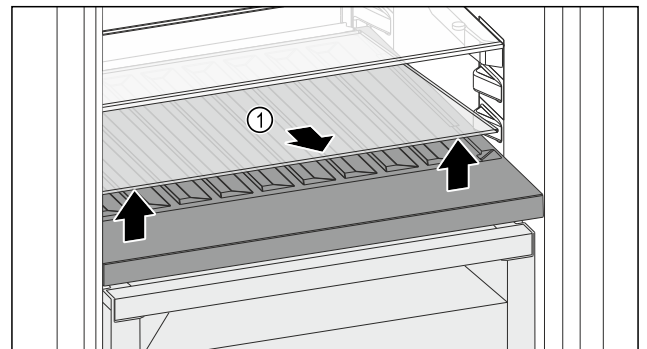

Fig. 113
- ▶ Glasplaat Fig. 113 (1) bij de uitsparing aan de voorzijde optillen en verwijderen.
- ▶ Glasplaat Fig. 113 (1) goed bewaren buiten het apparaat.